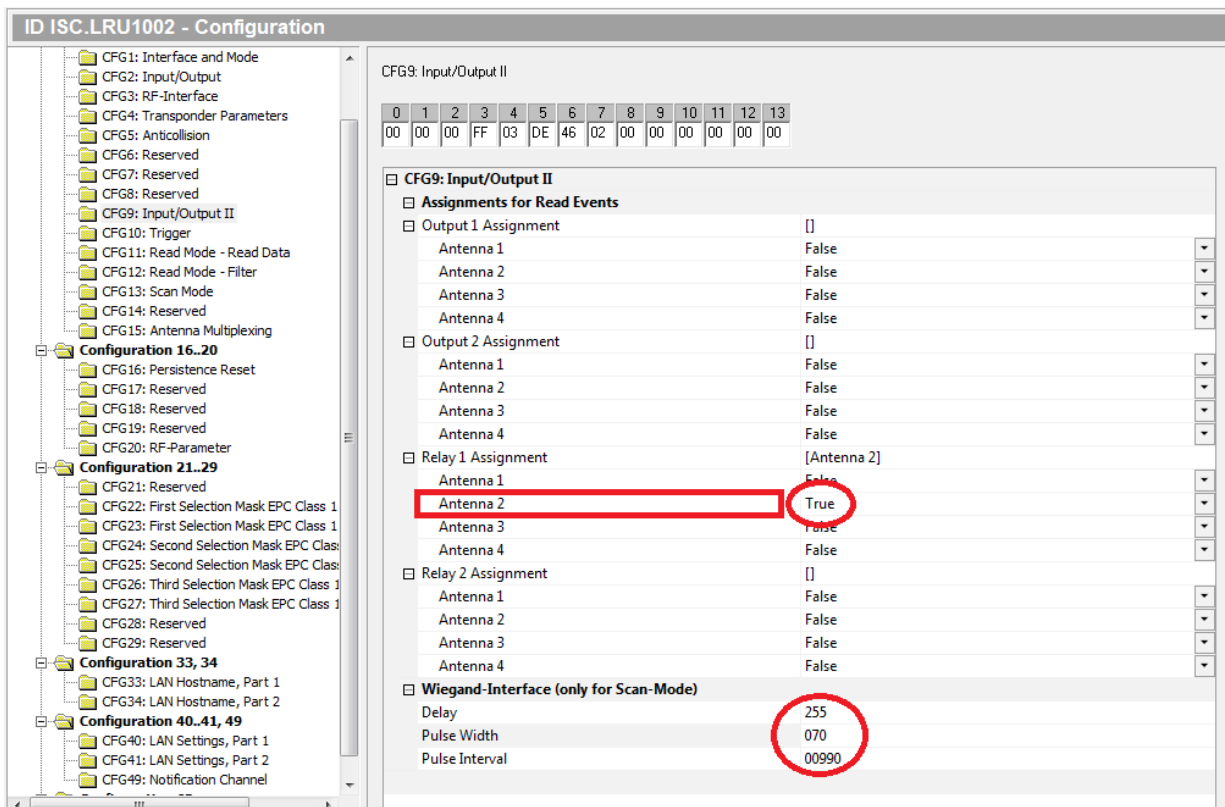

Рисунок 8
6.10 Настроить временные характеристики выходного сигнала в меню CFG9: Input/Output II. Для подключения к контроллеру Ademant задать длину импульса 70 мкс, а паузу между импульсами 990мкс. Кроме того, задать задержку появления сигнала на выходе 255мс (для того, чтобы успеть скоммутировать на один из двух входов контроллера), а также настроить срабатывание реле по определению метки на антенне 2 (см. рисунок 8). Для сохранения изменений необходимо нажать oх81 Write.